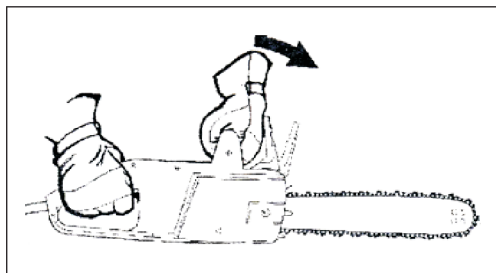

рис. 10
- тормоз цепи проверяйте перед каждым применением пилы. Для этого включите пилу и левой рукой, не отпуская переднюю ручку пилы сдвиньте рукоятку тормоза цепи вперёд (рис. 10). Цепь при этом должна остановиться.